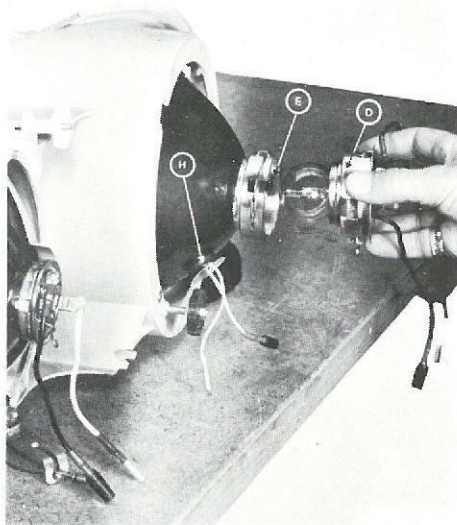
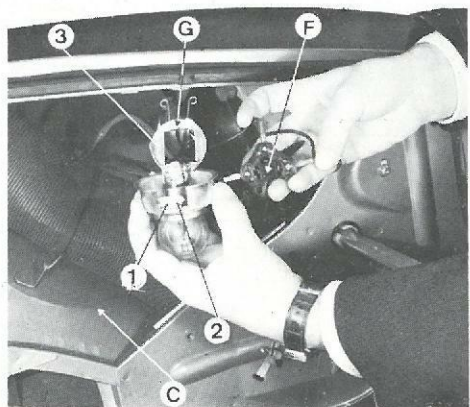

Abb. 2
Abb. 3
- Eine Aussparung in den vorderen Kotflügeln ermöglicht den Zugang zum hinteren Teil der Leuchteinheiten auf der rechten und linken Seite (C) (Abb.3, Seite 30).
- Das Ganze nach hinten ziehen, indem man es an seinem konischen Ring faßt (D) (Abb. 2, Seite 29)
- Wenn dieses Gesamtteil aus seinem zylindrischen Gehäuse abgezogen ist (E) (Abb. 2), so ziehen Sie es so durch die Aussparung des Kotflügels (Abb. 3), daß es leicht abzunehmen ist.
- Hierzu: - nehmen Sie das Kontaktstück (F) (Abb. 3) ab, indem Sie es zu sich ziehen;
- spreizen Sie unter leichtem Drücken die beiden Arme der Lasche (G) (Abb. 3) nach unten, so daß sie aus ihren Halterasten ① und ② (Abb. 3) herausgehen;
- heben Sie den Deckel ③ (Abb. 3) ganz hoch;
- schließen Sie den Deckel wieder und setzen Sie die beiden Arme der Lasche (G) wieder richtig in die Halterasten ein.
Glühbirnenhalter in seine Lagerung (Lasche nach unten) hinter dem Scheinwerfereinsatz bringen und ihn von rechts nach links drehen, bis der Haltezapfen eingerastet ist (Abb. 2).
Diese Glühbirnen sitzen direkt im Scheinwerfereinsatz der Projektoren mit großem Durchmesser (H) (Abb. 2, Seite 29).